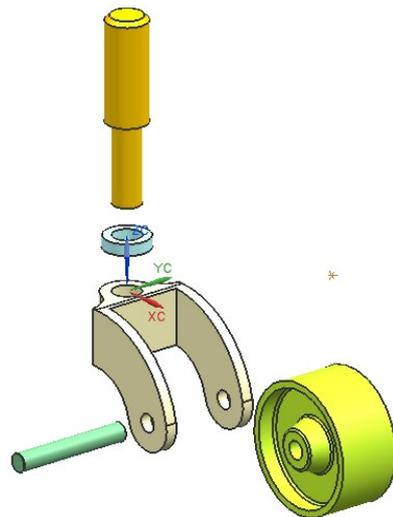

图 8.22 编辑爆炸视图步骤 2
② 重复编辑爆炸图步骤, 完成爆炸图创建, 如图 8.22 所示。